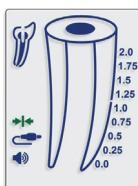

Fig. 3
- 5.3.2. Sul display viene visualizzato l'icona "Connessione" ➔ indicando con ciò che il collegamento è corretto (Fig. 3).